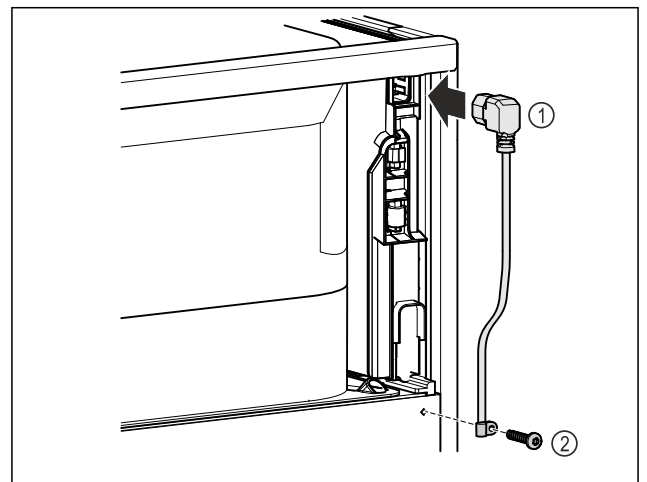

Fig. 13
► Вставте роз'єм «холодного підключення» кабелю підключення до мережі Fig. 13 (1) на задній стороні пристрою.
► Встановіть механізм для розвантаження кабелю від натягу. Fig. 13 (2)